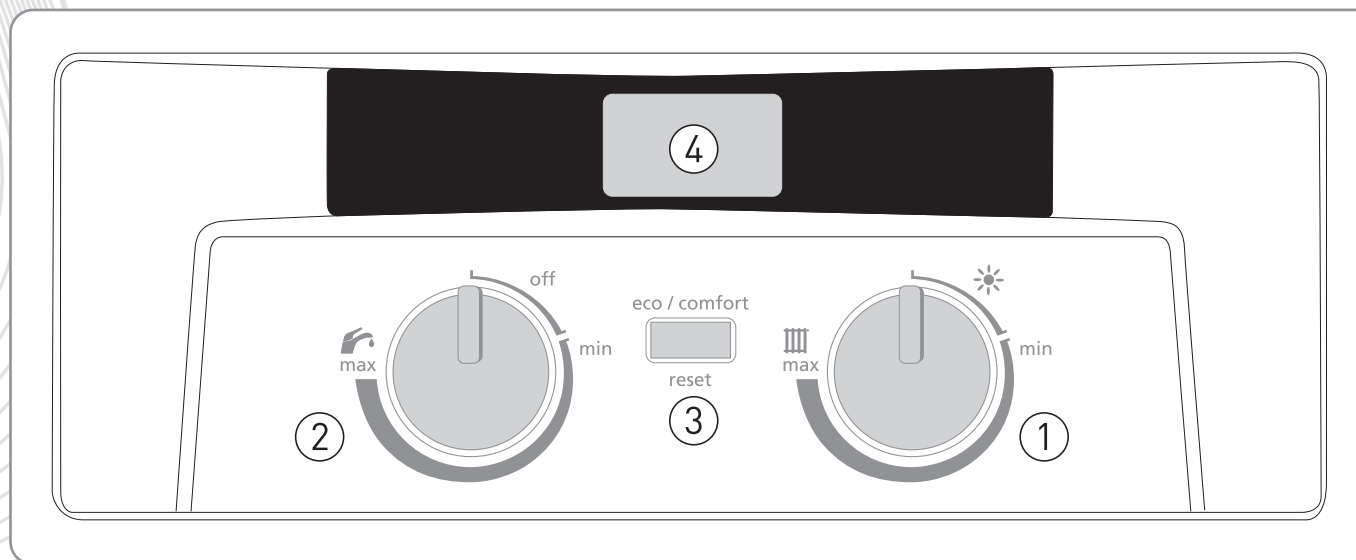

Figura 1
2. Setați temperatura din panoul central și a apei calde menajere din potentiometrele de temperatură rotind la maximum butoanele de ajustare IC și ACM cum sunt definite în Figura 1.
Funcționarea și operațiunile din meniul principal sunt localizate în panoul de control figura 1 este după cum urmează